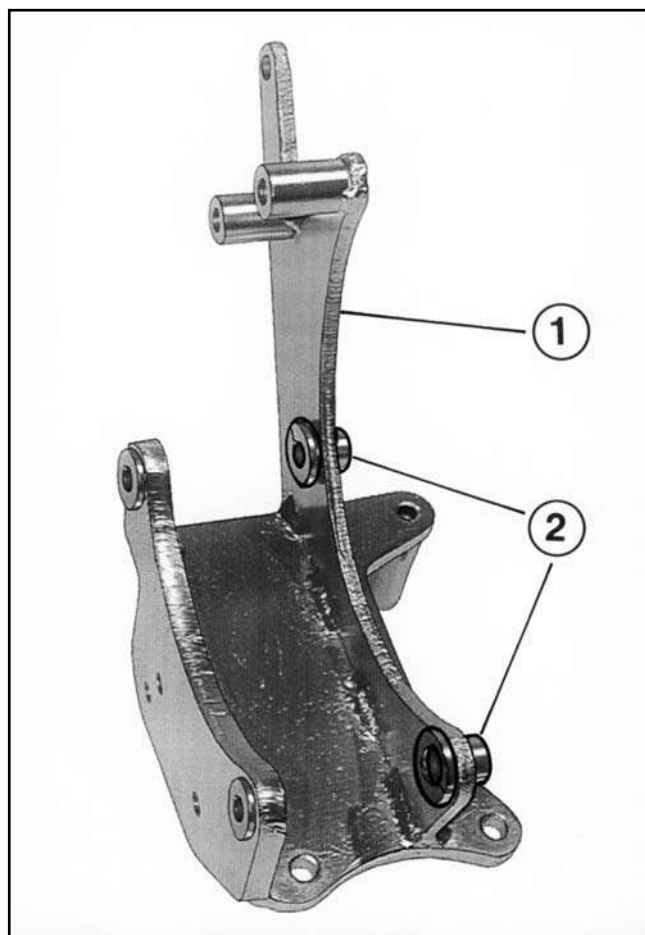

FIG. 4
- I** Fissare la staffa «5» di supporto pompa idroguida in corrispondenza del foro «i», del blocco motore, indicato in fig. 4. Montare la pompa idroguida «l» fissandola alla piastra «1» ed alla staffa «4», interponendo tra pompa e piastra la staffa «5».
- F** Fixer l'étrier «5» support pompe de direction assistée aux trous « i », du bloc moteur, indiqué fig.4. Poser la pompe de direction assistée «l» et la fixer à la plaque «1» et à l'étrier «4», en interposant l'étrier «5» entre la pompe de direction assistée et la plaque.
- GB** Secure the alternator-hydraulic power steering pump support bracket «5» to holes «l» in the engine block indicated in fig. 4. Install the hydraulic power steering pump «l» and secure it to plate «1» and to bracket «4» inserting bracket «5» between the pump and the plate.
- D** Halterungsbügel «5» der Servolenkungspumpe an Bohrung «l» des Motorblocks-siehe Abb. 4 festschrauben. Servolenkungspumpe «l» einbauen und an Träger «1» und an Bügel «4» unter Zwischenlegung des Bügels «5» zwischen Pumpe und Träger einbauen.
- E** Fijar la abrazadera «5» de soporte borna servodirección en correspondencia con el orificio «i» del grupo motor, indicado en fig.4. Montar la borna servodirección «l» fijandola a la placa «1» y a la abrazadera «4», interponiendo la abrazadera «5» entre la borna y la placa.